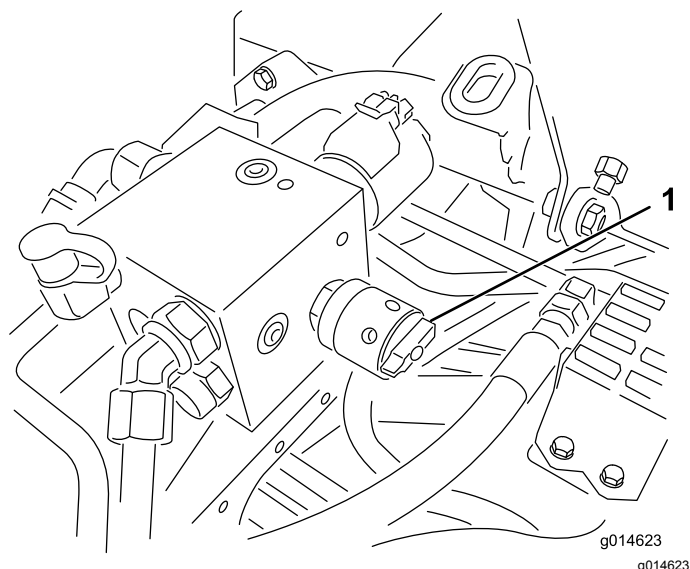

Рисунок 52
- Настройте частоту вращения барабана, повернув регулятор (Рисунок 52) так, чтобы стрелки указателя совместились с номером, который вы определили при выполнении пункта 3.
6. Поверните регулятор частоты вращения барабана в положение 1 (Рисунок 52).